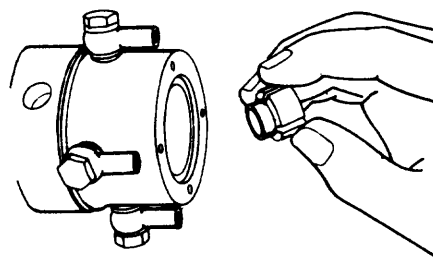

Fig. 3
- d Afloje el rotor de las paletas (fig. 3).